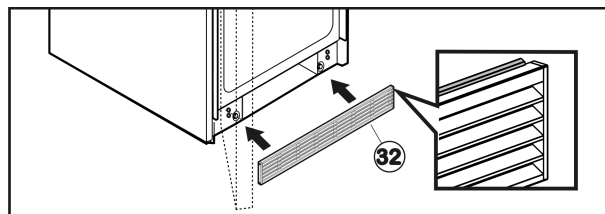

Fig. 37
- Monte la rejilla de aire inferior Fig. 37 (32) a ras del suelo de tal forma que el labio de goma quede en la parte superior. La rejilla se sujeta con imanes.